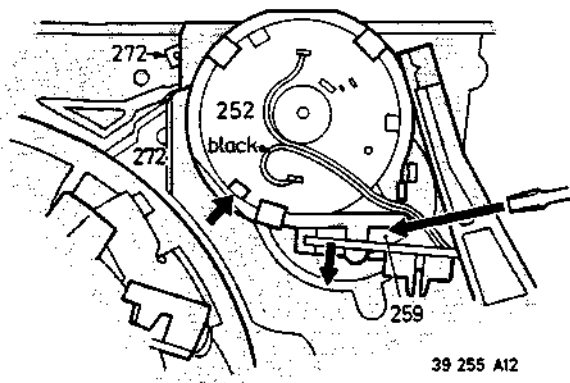
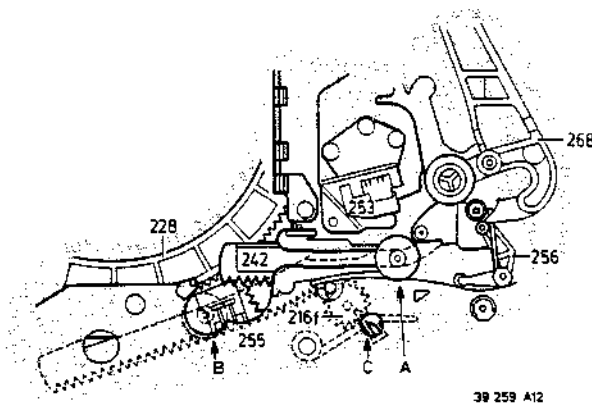
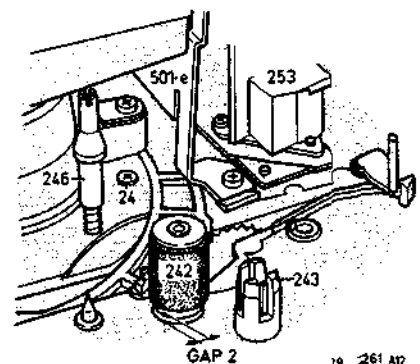

Fig. 3-1-11
Fig. 3-1-13
Fig. 3-1-16
Den Fädelmotor mit einer (kleinen) 9-Volt-Batterie verbinden (Pos. 252, Abb. 3-1-11). Zum Ausfädeln die Batterie (Plus-Pol) mit dem Anschluß (schwarzer Draht) verbinden. Das Laufwerk fädelt aus und geht in Eject-Stellung.
Wenn Fädelgetriebe blockiert: den kleinen Verbindungsprint vom Fädelmotor-Halter entfernen (Abb. 3-1-11). Nun kann man eine Kurbel sehen (Pos. 259), die man mit Hilfe eines Schraubenziehers entgegen dem Uhrzeigersinn drehen kann, um auszufädeln. Wenn der Fädelmechanismus sich trotzdem nicht drehen läßt, Kurbel (Pos. 259) im Uhrzeigersinn drehen, bis sich der Mechanismus frei bewegt und dabei den Steuerschieber (Pos. 272) bewegen. Die Prozedur wiederholen.
Anschlußdrähte des Motors (Abb. 3-1-11) ablöten (Reihenfolge beachten).
Gleichzeitig soll die Nut im Motordeckel sich in der richtigen Position befinden (siehe Pfeil - Abb. 3-1-11); Peese Pos. 271 montieren.
- Soweit einfädeln, bis Anpreßrolle in Pos. A steht (Abb. 3-1-13). Zum Einfädeln kann eine (kleine) 9V-Batterie verwendet werden, indem sie mit dem Fädelmotor (Pos. 252) verbunden wird (Tasten), dabei ist Stecker von P 678 abzuziehen. Es kann aber auch ohne Batterie durch Drehen der Kurbel (Pos. 259) mit Hilfe eines Schraubenziehers eingefädelt werden (Abb. 3-1-11).
- Durch Loch in Oberplatte Arretierungshebel C (Abb. 3-1-13) nach vorne schieben, bis Zahnrad (Pos. 216 f) nach unten gedrückt werden kann.
- Zahnrad mit Pinzette erst dann hochheben, wenn Anpreßrolle wieder in Pos. A ist (Abb. 3-1-13) (dabei Anpreßrolle leicht bewegen).
- Ausfädeln der Anpreßrolle bis Pos. B (Abb. 3-1-13). Anpreßrolle muß in Endlage B etwas Spiel haben. GAP-2 Abb. 3-1-16.
- Kontrolle: - Anpreßrolle befindet sich in Position B (Abb. 3-1-13) mit Spiel, und Schwernrad läßt sich bewegen mit Spiel in den Endlagen, Einstellung 3.2.4. überprüfen.